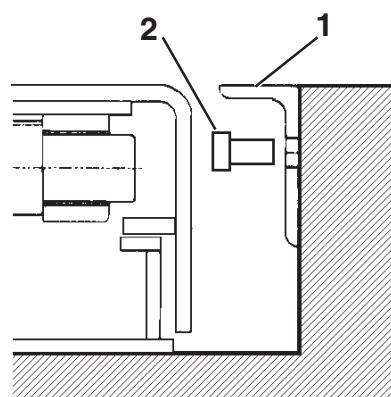

Fig. 18
N.B. Dopo avere fissato il ponte, forare con punta Ø9 per fissare l'angolare 1 (Fig. 18) mediante gli appositi tasselli 2.
N.B. After fastening the lift, drill with a bit of Ø9 to fasten the corner piece 1 (Fig. 18) using the relative plugs 2.
Anmerkung: Nach dem Verdübeln der Bühne mit einem Ø 9 Bohrer bohren und das Winkelstück 1 (Abb. 18) mit den passenden Dübeln 2 befestigen.
Remarque: Après avoir ancré le pont, percer avec une pointe de diamètre 9 pour fixer la cornière 1 (Fig. 18) en utilisant les chevilles appropriées 2.
NOTA: Una vez fijado el puente, agujerear con un taladro de diámetro 9 para sujetar el angular 1 (Fig. 18) con los tacos apropiados 2.